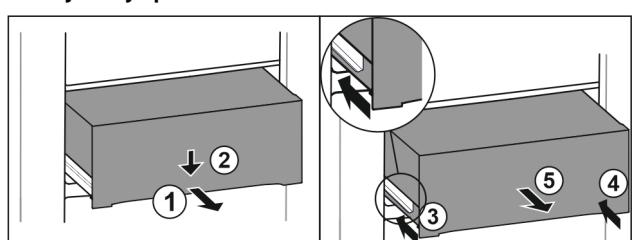

Fig. 155
- Predal izvlecite do polovice. Fig. 155 (1)
- Predal na sprednji strani potisnite navzdol. Fig. 155 (2)
- Levo vodilo potisnite približno 2 cm noter. Fig. 155 (3)
- Desno vodilo potisnite približno 2 cm noter. Fig. 155 (4)
- Predal vzemite ven v smeri naprej. Fig. 155 (5)